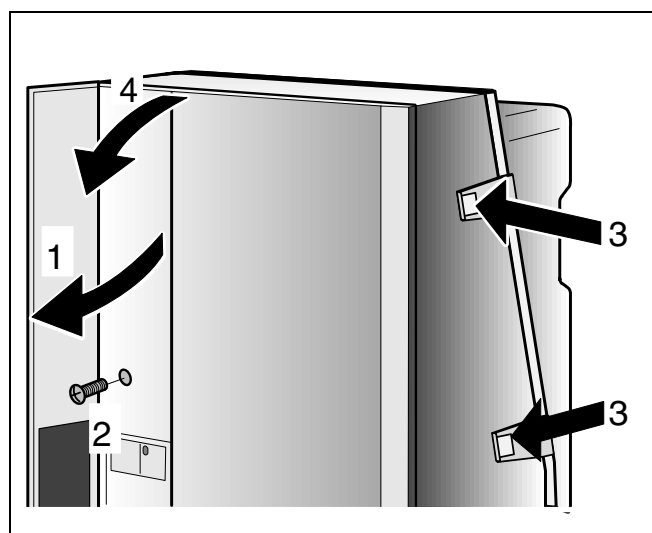

Fig. 2 Îndepărtarea carcasei
- Deschiderea capacului pupitrului de comandă (fig. 2, poz. 1).
- Îndepărtarea șuruburilor (fig. 2, poz. 2).
- Deschiderea închiderii înclichetate (fig. 2, poz. 3).
- Scoaterea carcusei spre în față (fig. 2, poz. 4).